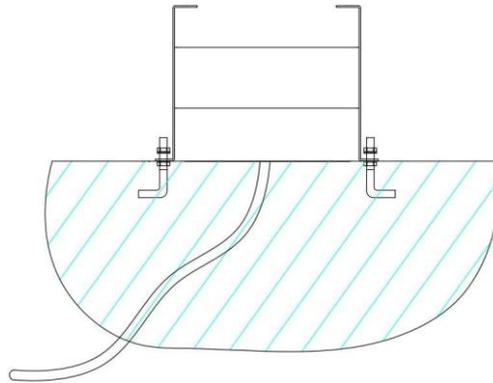

Figura 10
- Coloque a base de montagem e fixe-a conforme a Figura 10.